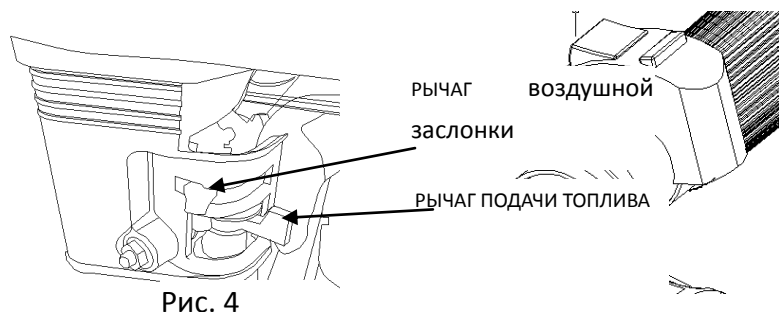

Рис. 4
#### ЗАПУСК ДВИГАТЕЛЯ открыть топливный кран (рис.4)
- 1) Перекройте рычаг воздушной заслонки (см. рисунок 4);